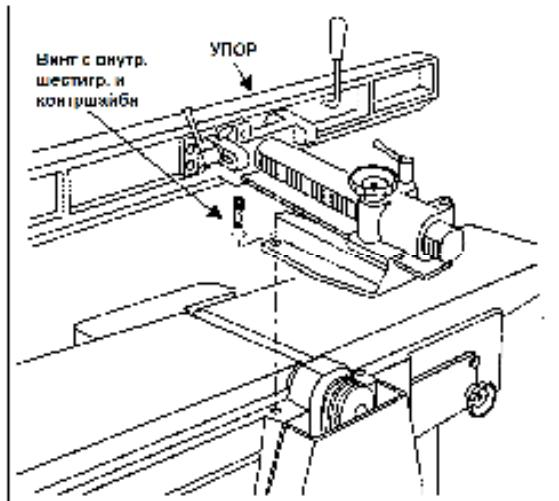

Рис. 2
- стола, как показано на Рис. 2
- Возьмите 2 винта с внутр. шестигранником и 2 контратайбы (см. Рис. 2) и надежно затяните винты с помощью 10 мм шестигранного ключа.